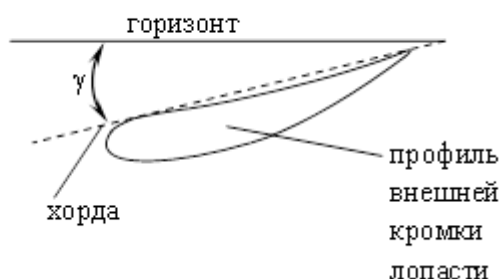

Рисунок 4
- при помощи электронного угломера выставить углы атаки лопастей. Углом атаки (γ) считается угол между горизонтом и хордой профиля на *внешней кромке лопасти* (рис. 4). Допустимое расхождение между углами атаки лопастей $\pm 0,2^\circ$;